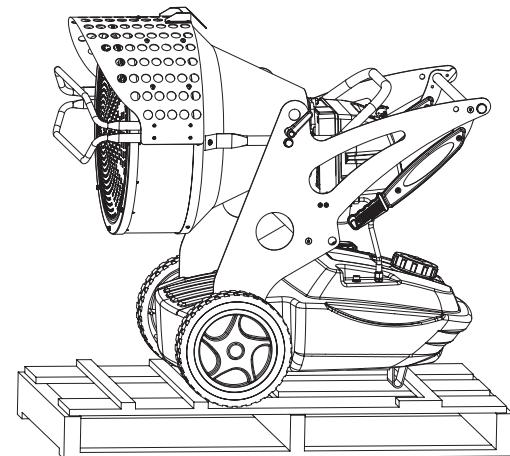

*Рисунок 1 - Упаковка нагревателя*
- Удалить подставки, использованные для упаковки прибора (Рис. 1).
- Если есть возможность, вставить картон от упаковки сверху вниз до дна поддона, фиксируя его соответствующими материалами (Рис. 1).
- Хранить прибор в соответствующем, сухом месте, не устанавливать вертикально больше, чем 2 упаковки. Высыпать нагреватель так, как показано на Рис. 1 или, руководствуясь Рис. 2.